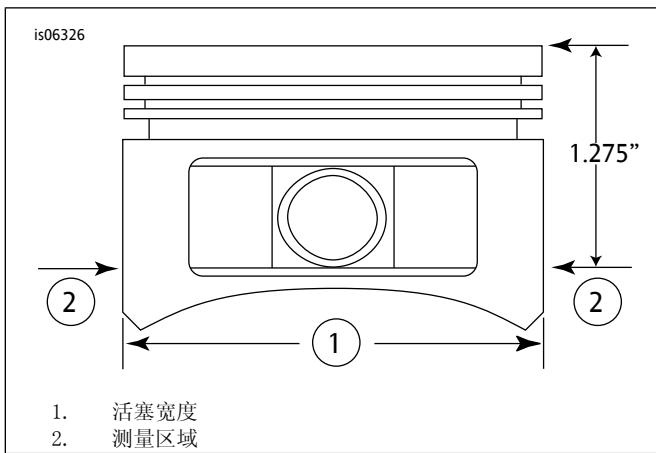

图2。活塞测量值
- 参见图2。测量活塞宽度(1)，活塞销孔两侧水平90度方向、活塞(2)平面(顶部)向下1.275英寸处。参见表20了解此位置的活塞至汽缸配合。